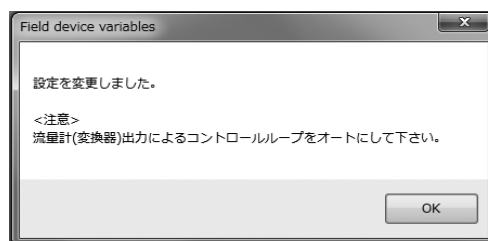

図32
- ⑦ 「OK」をクリックし、入力した設定値に変更されると、メッセージボックス(図32)が表示されますので、「OK」ボタンをクリックすれば設定は終了です。